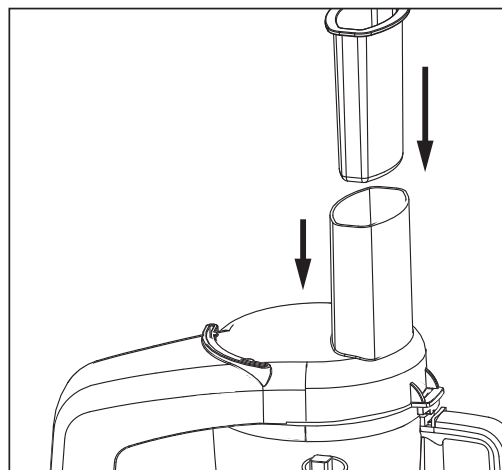

Figura 7
- 6 Gire la perilla a la posición ON (ENCENDIDO) para un procesamiento continuo. Presione levemente y de forma continua con el empujador de alimentos (Figura 7).